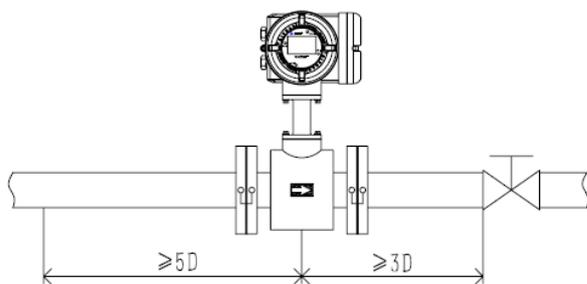
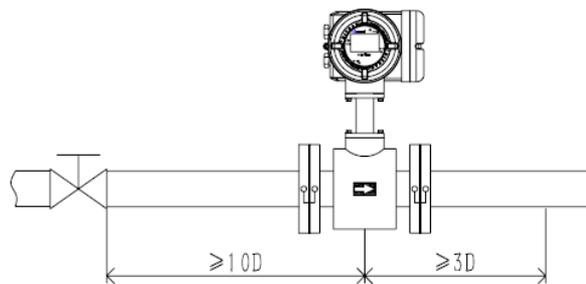

图 8.2
图 8.3
- 8) 流量计上游侧应有不少于 5D（管道内径）的直管段（见图 8.2），如果上游侧有非全开的闸阀或调节阀，则流量计上游直管段的长度应增加到 10D 的距离（见图 8.3）。流量计下游侧的直管段要求不高，一般大于 3D 即可。